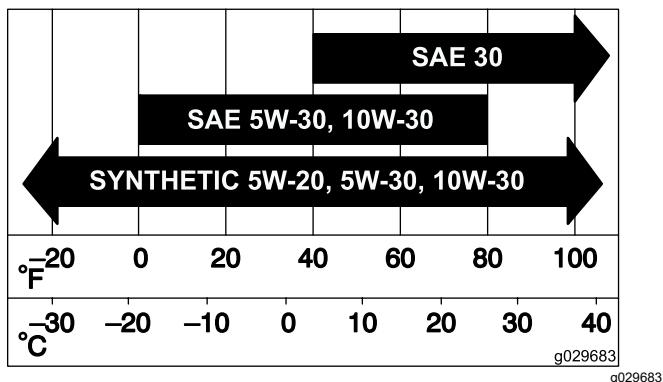

Figure 72
- Ouvrez les dispositifs de verrouillage du filtre à air et détachez le couvercle du boîtier du filtre (Figure 72).
- Sortez l'élément filtrant du boîtier du filtre avec précaution (Figure 72).
- Introduisez le filtre dans son boîtier avec précaution (Figure 72).
- Remettez en place et verrouillez le couvercle du filtre à air (Figure 72).